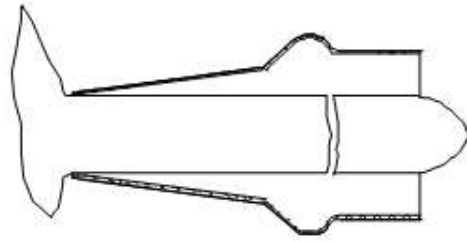

Рис. 6
- Натянуть уплотнитель на половой орган, как это показано на Рис. 6, при этом стараться придвинуть его как можно ближе к основанию полового органа.